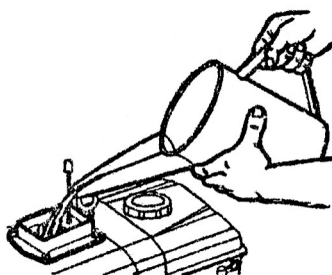

рис.2
5. За допомогою лійки заповніть бачок охолоджуючої рідини до рівня спливання поплавка (Рис. 2). При цьому необхідно закрити зливний вентиль. В якості охолоджуючої рідини рекомендовано використовувати воду.